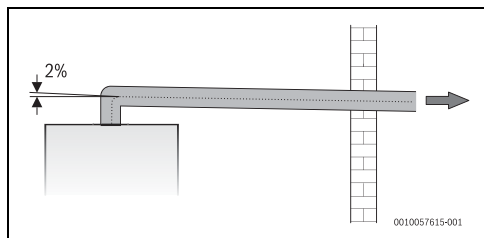

Fig. 17
- troços horizontais com pendente negativa (Fig. 17)